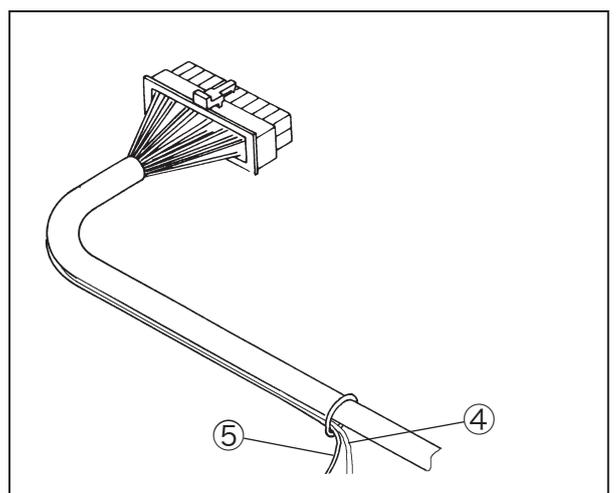

図 2-7
◇ 図 2-7 を参照して中継ケーブルの黒色 (GND) の線④と白色 (信号) の線⑤をモータの自動停止用端子に接続します。